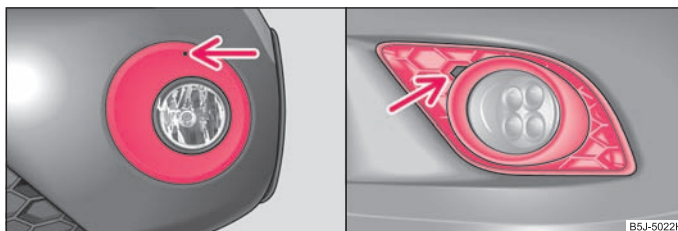

Fig. 172 Pare-chocs avant: Fabia Scout / Fabia RS
- Introduisez l'étrier en fil de fer, pris dans l'outillage de bord, dans l'ouverture au-dessus du phare antibrouillard ⇒ fig. 172 - à gauche et sortez le cache.
- Introduisez un doigt dans l'ouverture à côté du phare antibrouillard ⇒ fig. 172 - à droite et sortez le cache.